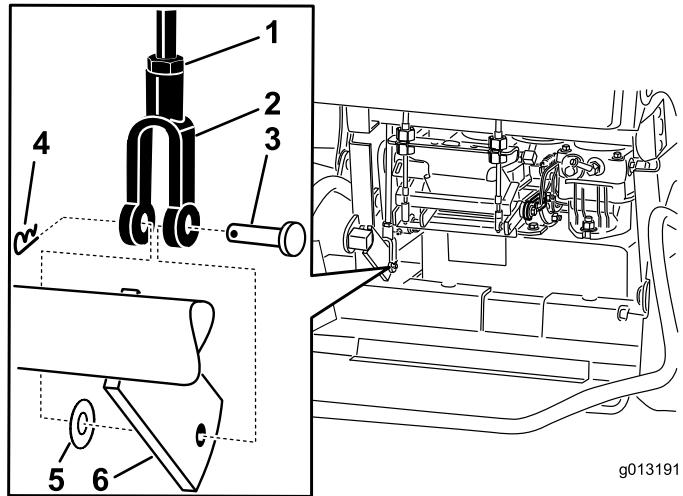

Figure 62
5. Pour régler le frein, retirez la goupille fendue et l'axe de chape du levier de frein inférieur et de la chape (Figure 62).
6. Desserrez l'écrou de blocage (Figure 62).
7. Tournez la chape. Pour serrer le frein, tournez la chape vers le haut. Pour desserrer le frein, tournez la chape vers le bas (Figure 62).
8. Fixez la chape au levier de frein inférieur avec la goupille fendue et l'axe de chape (Figure 62).
9. Resserrez l'écrou de blocage (Figure 62).